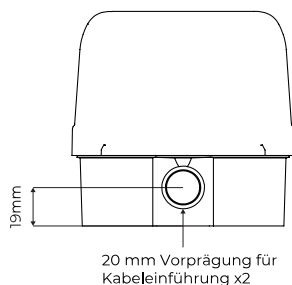

Abbildung 1
1. Oberflächenmontierte Module (siehe Abbildung 1)